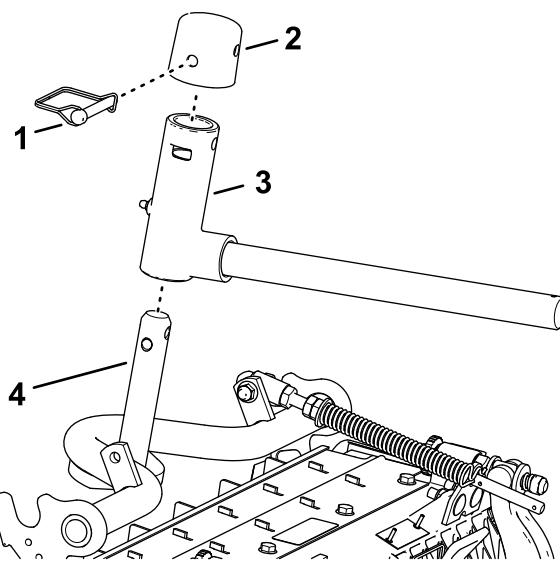

**Figura 25**
1. Remova o pino de sustentação e a arruela que fixam o suporte do pivô ao braço de elevação e deslize o eixo para fora do braço de elevação (Figura 25).